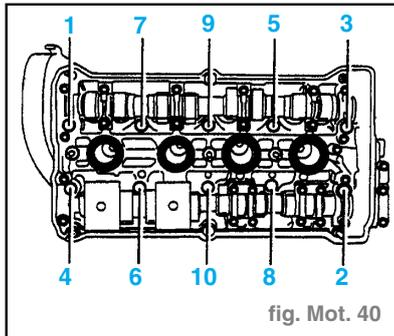

fig. Mot. 40
- Desserrer les boulons de culasse dans l'ordre indiqué et les dévisser complètement. (fig. Mot. 40)